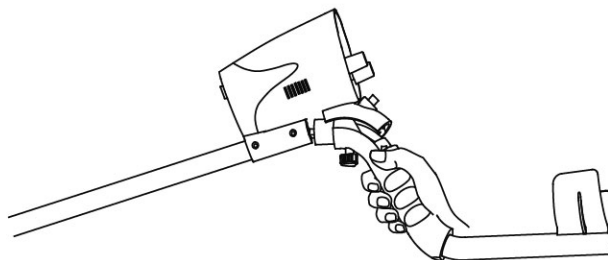

Fig.1
1. Den afrundede, hævede plastikdel på håndtaget skal flugte med den afrundede rille i bunden af kontrolboksen (Fig. 1). Skub de to dele ind i hinanden.